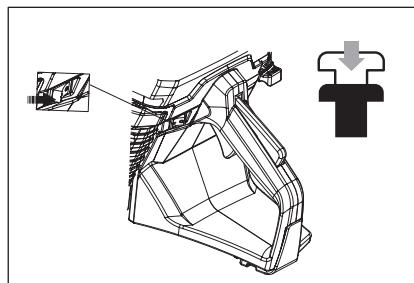

Рис. 9
- Убедитесь, что выключатель зажигания находится в положении «ВКЛ» (рис. 9).
- Начальное положение дроссельной заслонки и воздушной заслонки достигается путем полного вытягивания ручки воздушной заслонки (рис. 9).